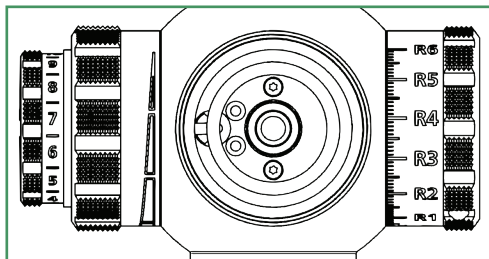
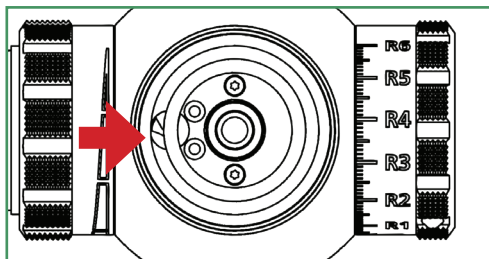

Fig. 1
Fig. 2
**Nota :** Con la tapa de ajuste desmontada se puede colocar el mecanismo para visualizar la segunda vuelta en una posición en la que la tapa de ajuste ya no se pueda seguir girando en la segunda vuelta (fig. 1). Antes del montaje de la tapa de ajuste asegúrese de que la ranura del cilindro giratorio se encuentre en la posición indicada en la fig. 2. El cilindro giratorio puede colocarse en la posición indicada con ayuda de un destornillador pequeño.